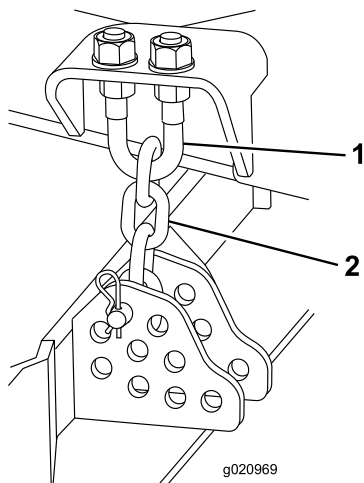

Figura 77
1. Afloje las contratueras de la parte superior o inferior del perno en U de la cadena de altura de corte (Figura 77).